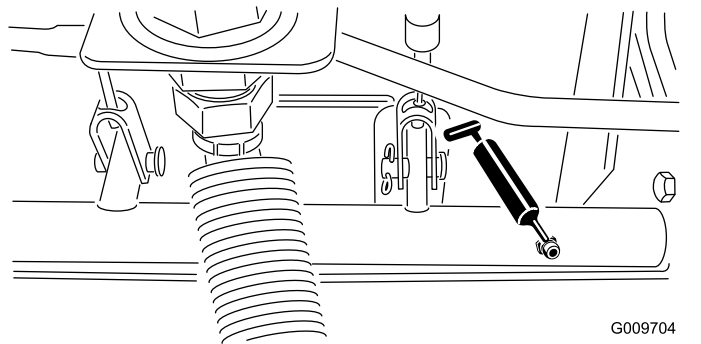

Figura 26
- Cuscinetti orientabili (5) dell'albero del freno (Figura 26)